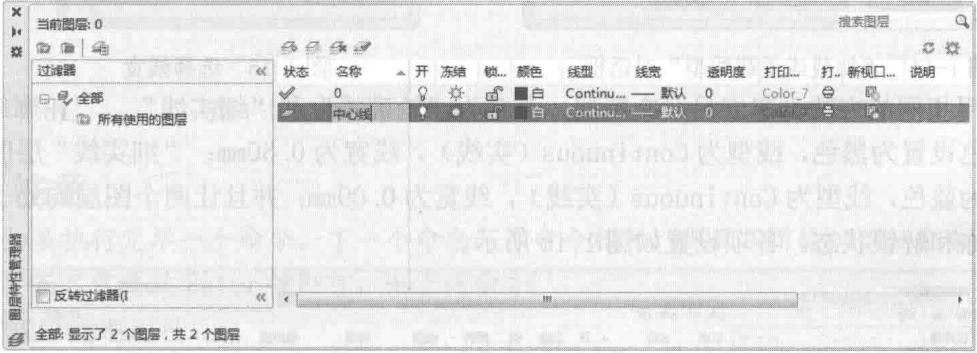

图 1-11 更改图层名
②单击“新建”按钮创建一个新层，把该层的名字由默认的“图层 1”改为“中心线”，如图 1-11 所示。